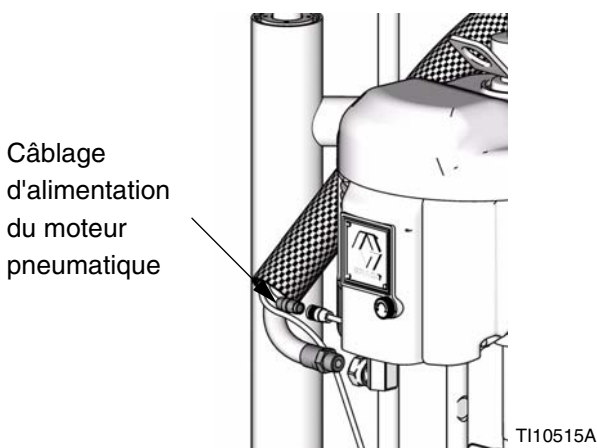
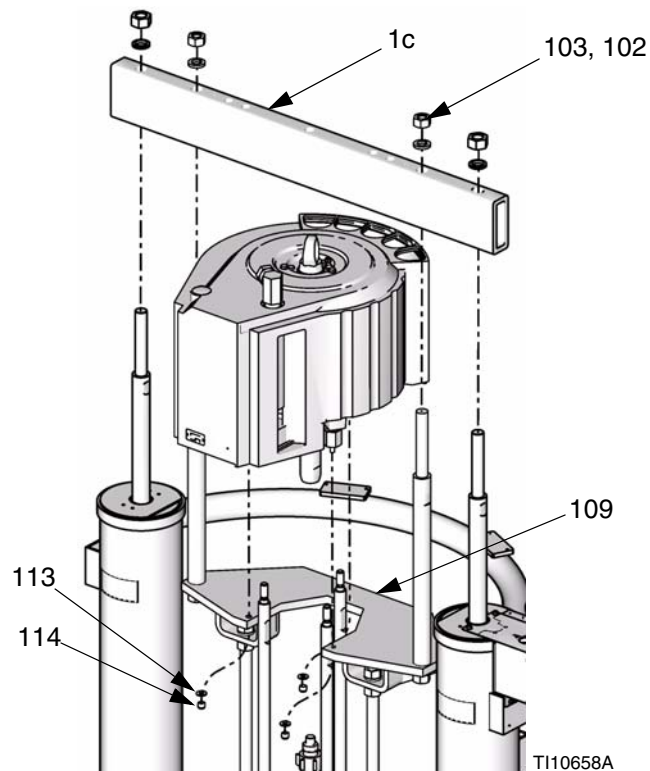
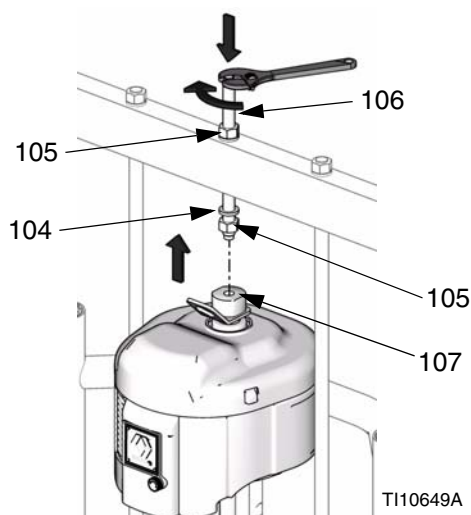

FIG. 23
FIG. 28
FIG. 29
- b. Faites glisser la tige filetée (106) au travers du trou situé au centre du stabilisateur. Mettez les rondelles d'arrêt (104) et les écrous (105) sur la tige filetée (106), au-dessus et en dessous du stabilisateur. Utilisez la clé pour maintenir la manchette de raccordement de l'anneau de levage (107) et serrez la tige filetée (106) sur l'anneau de levage (107) à l'aide d'une autre clé. Voir FIG. 29.
- c. Serrez l'écrou (105) en dessous du stabilisateur à 34 N•m maximum.
- d. Serrez l'écrou (105) au-dessus du stabilisateur pour verrouiller le moteur en place.
- e. Branchez le flexible d'air sur le moteur. Si vous utilisez une boîte de contrôle à distance DataTrack, branchez les raccordements électriques sur le moteur pneumatique. Voir FIG. 23 à la page 22.
- b. Branchez le flexible d'air sur le moteur. Si vous utilisez une boîte de contrôle à distance DataTrack, branchez les raccordements électriques sur le moteur pneumatique. Voir FIG. 23 à la page 22.
1. A l'aide d'un appareil de levage, abaissez le moteur pneumatique sur la plaque d'assemblage (109). Voir FIG. 28.
2. Fixez le moteur sur la plaque d'assemblage (109) à l'aide des écrous (114) et rondelles (113).
3. Installez le stabilisateur (1c), les écrous (103) et les rondelles (102).
5. Branchez le flexible d'air sur le moteur. Si vous utilisez une boîte de contrôle à distance DataTrack, branchez les raccordements électriques sur le moteur pneumatique. Voir FIG. 23 à la page 22.